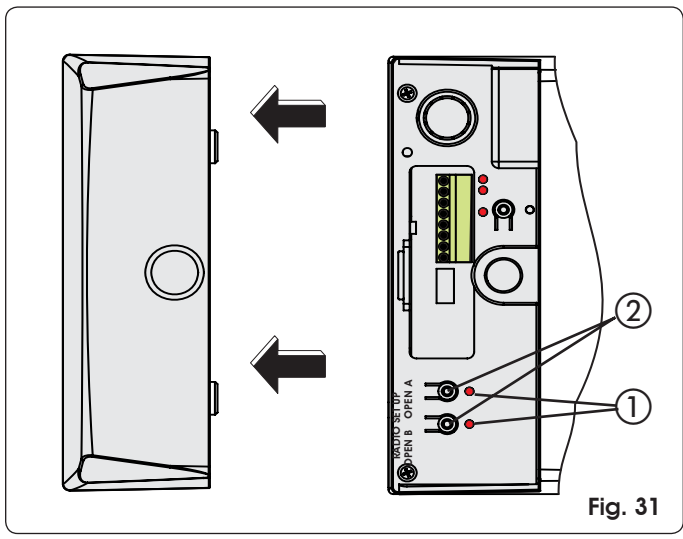

Fig. 31
- 2) Premere, per 1 secondo, il pulsante OPEN A o OPEN B (Fig. 31 rif. ②), per memorizzare rispettivamente l'apertura totale o quella parziale.
- 3) Il led corrispondente (Fig. 31 rif. ①), inizia a lampeggiare
- 4) Premere, per 1 secondo, il pulsante OPEN A o OPEN B (Fig. 31 rif. ②), per memorizzare rispettivamente l'apertura totale o quella parziale.